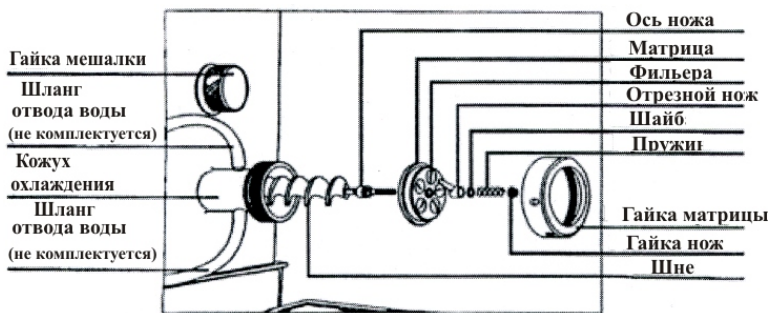

Рисунок 2
2.1.7 Подключить шланги подачи и слива воды для охлаждения прессовой камеры (см. рисунок 2).